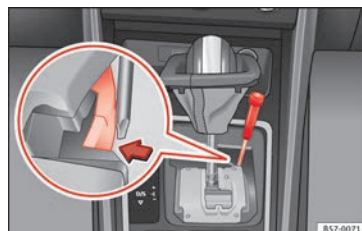

Fig. 54 Levier sélecteur : déverrouillage d'urgence de la position de parking.
- Avec un tournevis, appuyez latéralement sur la languette jaune de déverrouillage et maintenez la pression **fig. 54.**